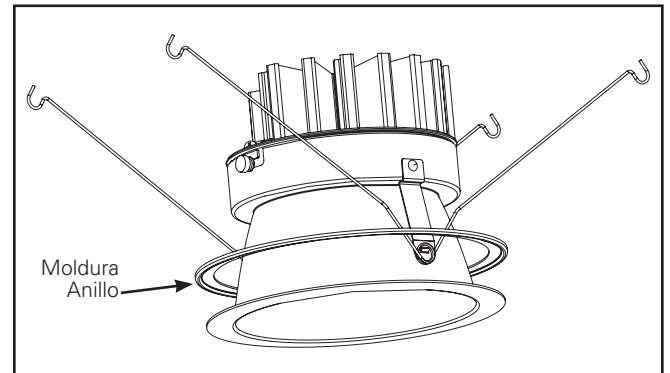

Figura 9.
- El anillo de la moldura (opcional) debe colocarse entre el techo y la moldura inferior (Figura 9.).